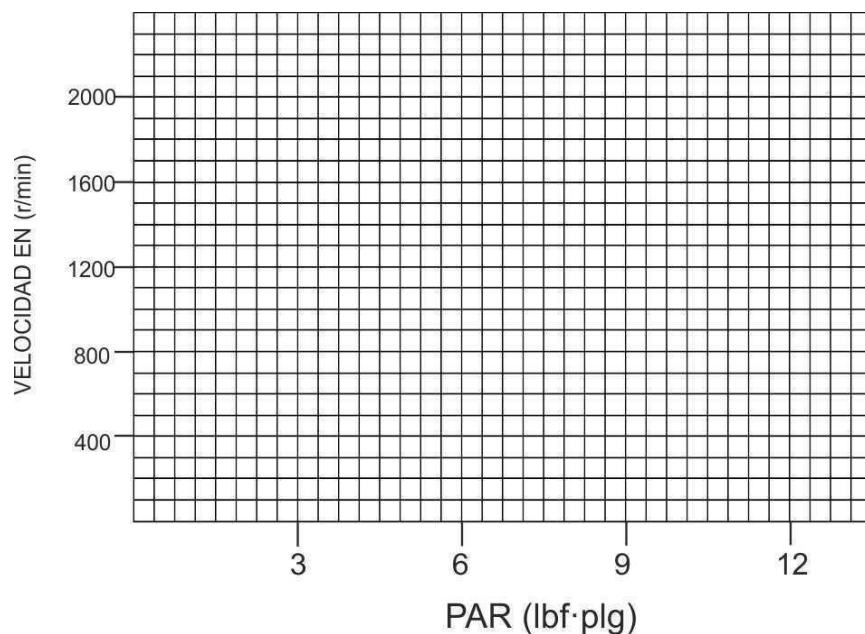

Figura 2
- a) En la gráfica de la figura 2 marque los valores de velocidad del motor obtenidos en la tabla 1.